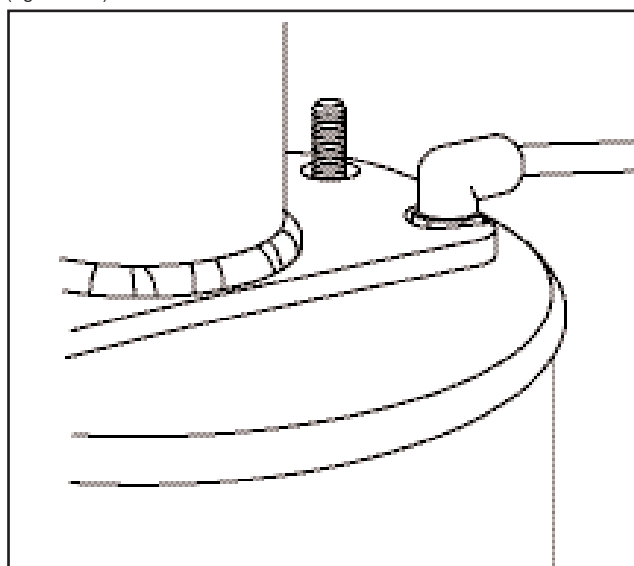

Fig 3.7
3. Aligner et positionner l'entrée d'air et le goujon de montage respectivement dans la fente et l'orifice du palier à chapeau (figure 3.7).